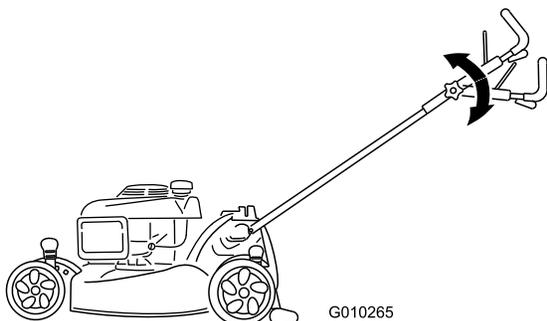

Figure 17
- Placez la partie supérieure du guidon à la position voulue (Figure 17).